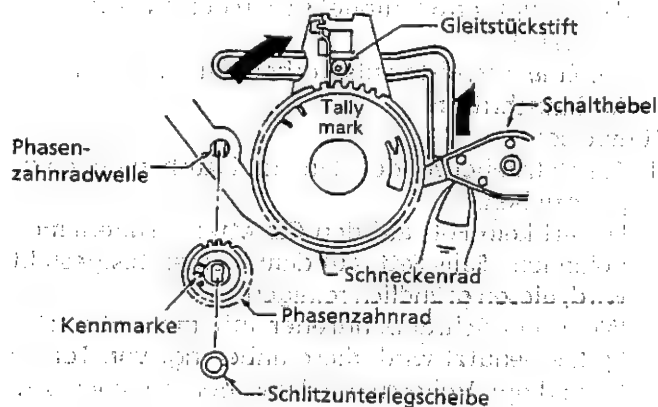

Abbildung 1-7.
5. Den Gleitstückstift unmittelbar über dem Schneckenrad (Abbildung 1-7) einsetzen. (Der Gleitstückhalter ist nun an zwei Stellen arretiert. Die Arretierung wie in Abbildung 1 - 8 aufheben.)
6. Das Schneckenrad zu sich herausziehen, indem der Schalterhebel nach oben gedrückt wird (Abbildung 1-7).